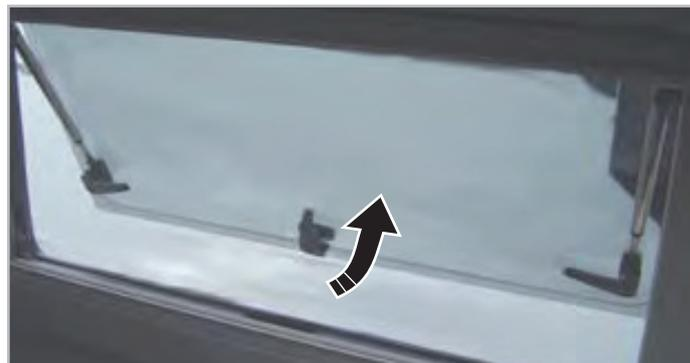

Fig.6.3 - Ouverture des baies
3. Ouvrir la baie en la poussant du centre jusqu'à atteindre la position souhaitée (Fig.6.3). La baie se bloque automatiquement.